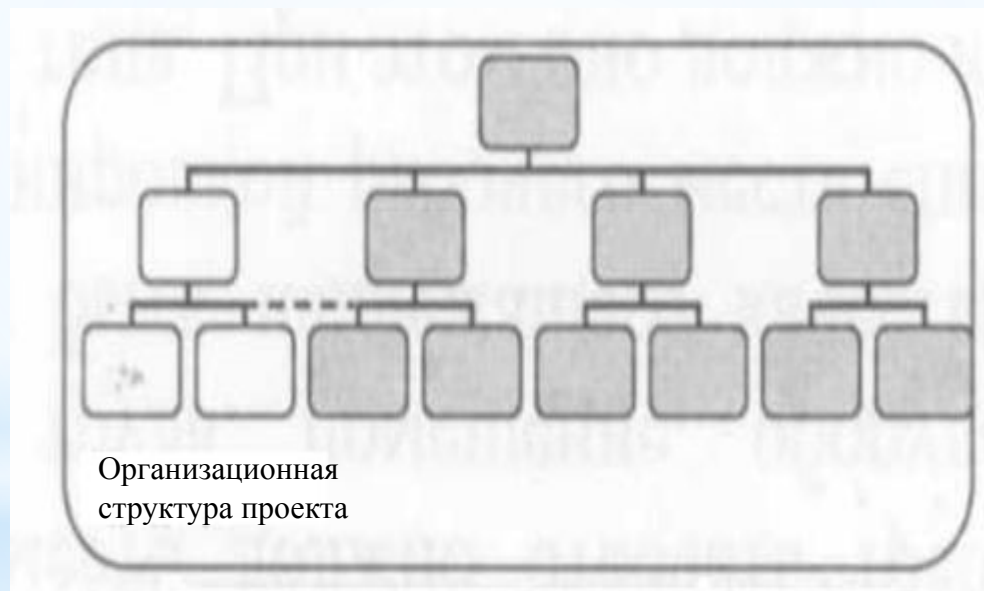

Рис. 5. Схема организационной структуры «управления по проектам»
2. Если организация регулярно осуществляет различного рода проекты, то между материнской и проектной структурами возникает глубокая интеграция. «Выделенная» организационная структура управления проектом превращается во внутреннюю, постоянно действующую структуру управления по проектам (рис. 5.).